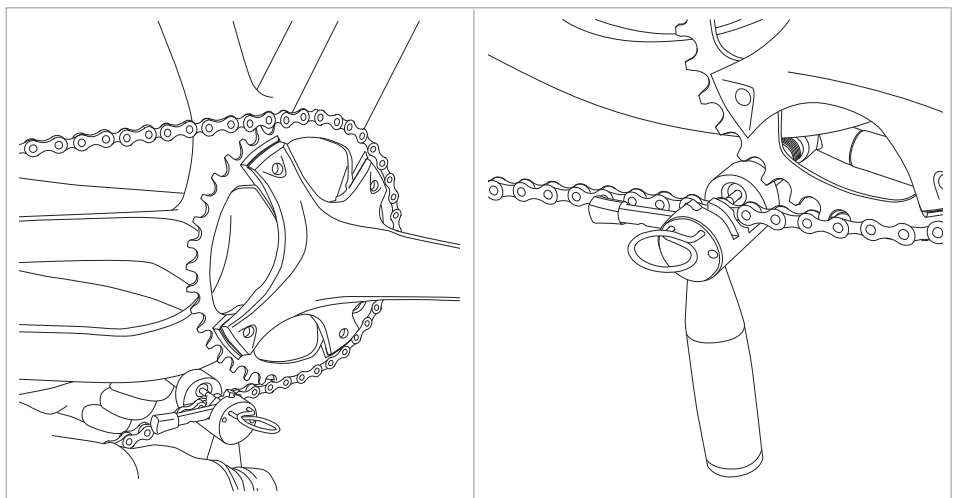

Fig.8
- Posizionare l'utensile **UT-CN400** come indicato in **Fig. 8**.